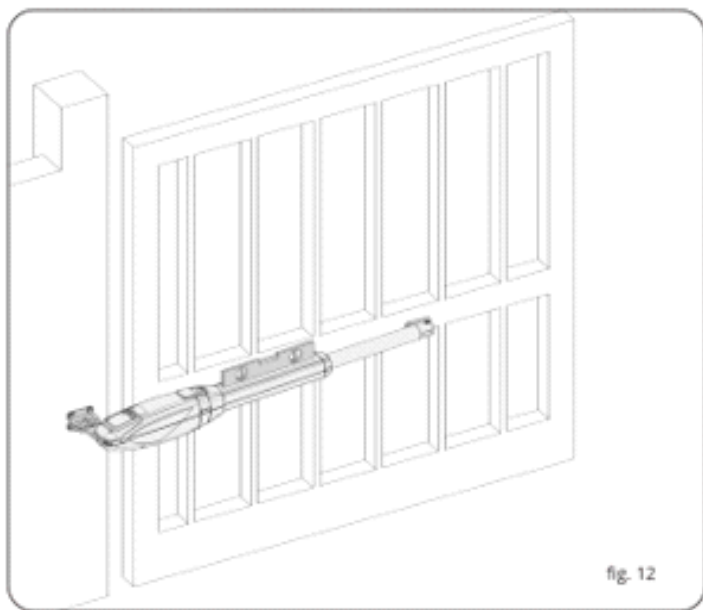

fig. 12
9.	Houd de zojuist bevestigde beugel tegen de vleugel van de volledig gesloten poort en markeer de bevestigingspunten (let daarbij op de vlakheid, zie fig. 12).
- smeer (met een vetspuit) de wormschroef die via de onderzijde van de cilinder bereikbaar is (zie fig. 12); wij raden aan vet op basis van complexe lithiumzeep te gebruiken, code M-OILG0NY640M.